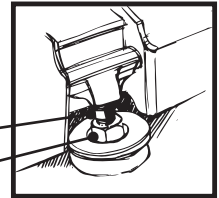

Рисунок 1
- 2 Накиньте ключ на 10 мм на грани винта (см. рисунок 1).
- 3 Накиньте ключ на 19 мм на гайку в верхней части держателя пружины (см. рисунок 1).
- 4 Если вы хотите, чтобы купол легче поднимался, удерживайте ключ на 10 мм неподвижно, а ключ на 19 мм вращайте по часовой стрелке, как показано на рисунке. Снимайте ключи и проверяйте ход купола после каждого полного оборота гайки. Если вы хотите, чтобы купол тяжелее поднимался, вращайте гайку против часовой стрелки. Снимайте ключи и проверяйте ход купола после каждого полного оборота гайки. Не допускайте контакта гайки с соединителем (см. рисунок 1).